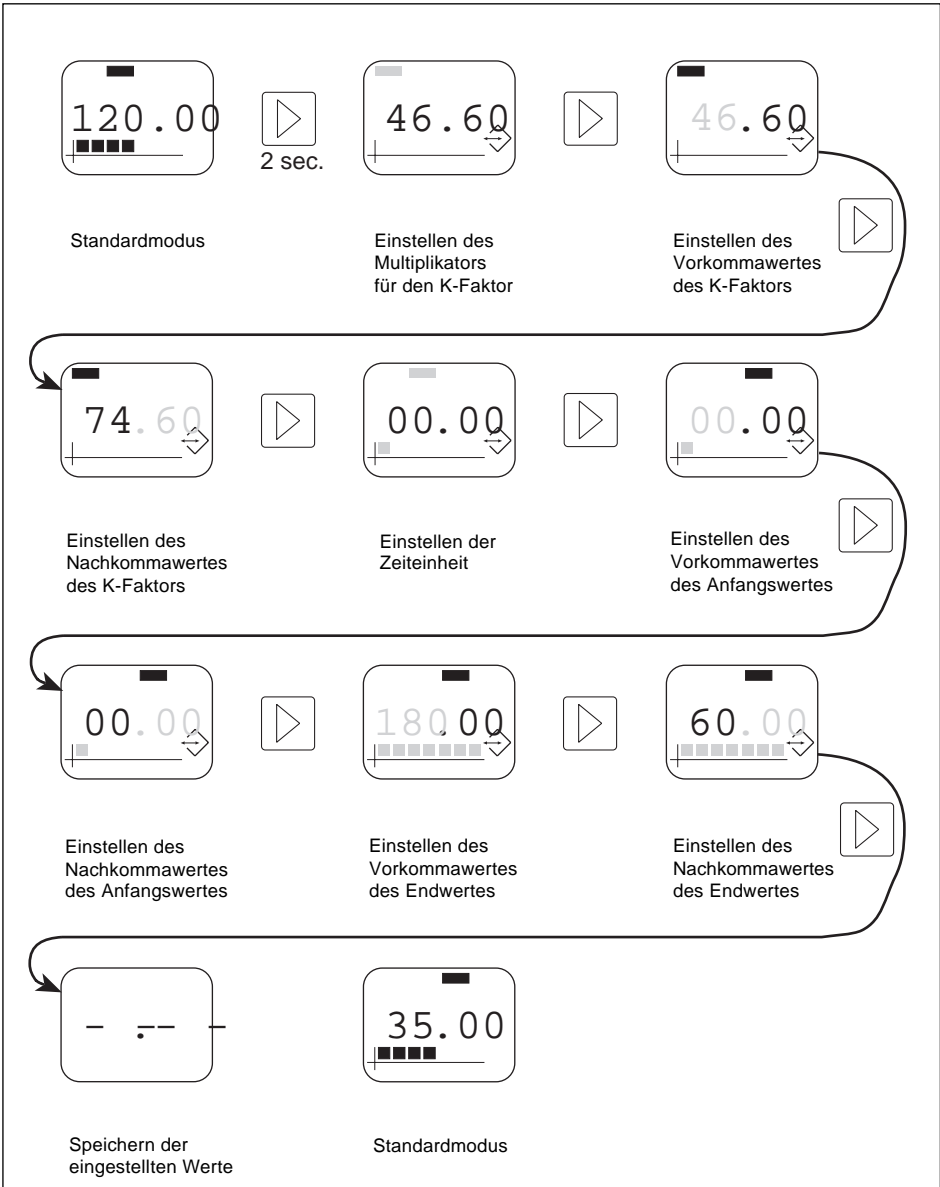

Fig. 4.4 Darstellung der verschiedenen Programmierstellen
4.3.3 Programmiermodus (siehe Fig. 4.4)
Der K-Faktor (Fig. 4.4 und Fig. 4.1)